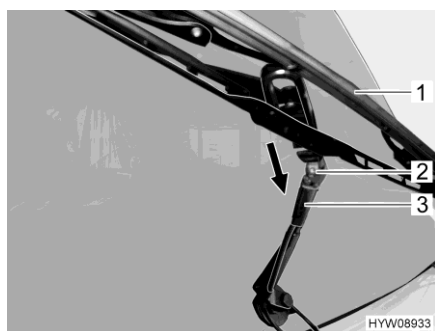

Fig. 144 Sostituzione della spazzola del tergicristallo
- Sollevare il braccio del tergicristallo (Fig. 144,3) dal parabrezza e aprirlo fino all'arresto.
- Spingere i morsetti in plastica della spazzola del tergicristallo (Fig. 144,1) fuori dal supporto piegato presente sul braccio del tergicristallo (freccia).
- Pulire gli ugelli dei tergicristalli (Fig. 144,2).